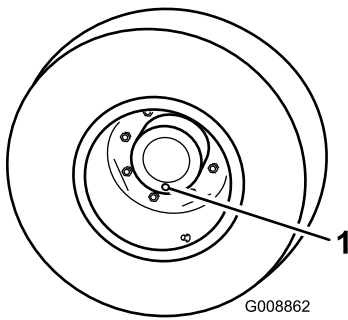

Figura 68
1. Con la máquina en una superficie nivelada, coloque una rueda de manera que uno de los tapones de verificación esté en la posición más baja (posición de las 6) (Figura 68).